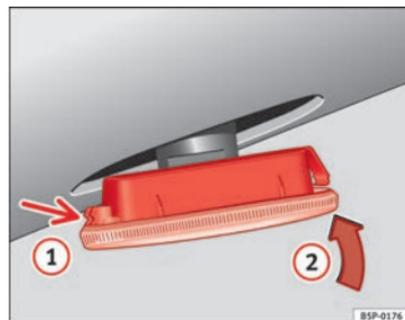

Fig. 205 Intermitente lateral
- Coloque el intermitente en primer lugar en el orificio de la carrocería, encajando las pestañas ⇒ fig. 205, flecha ①.
- Encaje la lámpara como indica la flecha ② ⇒ fig. 205. ■